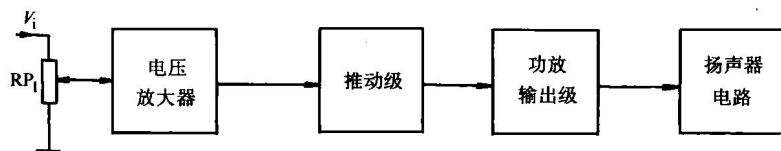

图 1-1 音频功率放大器电路框图
1. 电路结构框图 音频功率放大器电路结构框图，如图 1-1 所示。从图中可以看出，这种放大器是一个多级放大器电路，主要有最前面的电压放大级、中间的推动级和最后的功放输出级电路组成。音频功率放大器的负载是扬声器电路，功率放大器的输入信号来自音量调节电位器 RP_1 动片的输出信号。